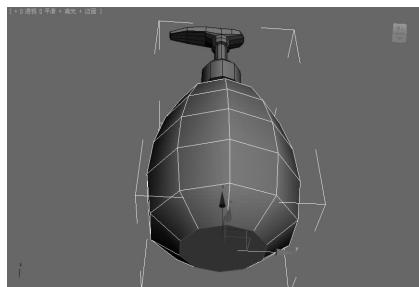

图 5-105 选中瓶底多边形▲
(1) 在任意视图中右击，从弹出的四元菜单中选择“全部取消隐藏”选项。选中第一个圆柱体，在“修改”命令面板的“选择”卷展栏中单击“多边形”按钮，选中圆柱体底部的多边形，如图 5-105 所示。